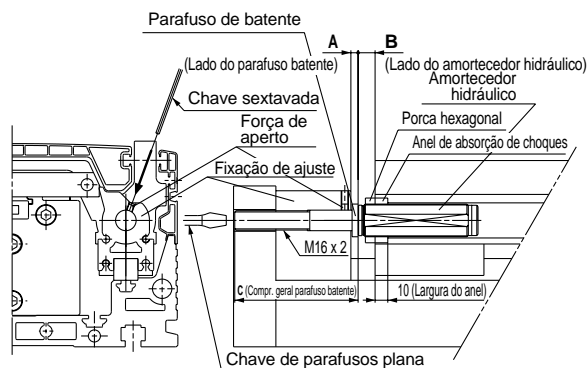

Figura 1. Pormenor da secção de ajuste do curso
1. Como mostra a Figura 1, para ajustar o parafuso de batente dentro da margem de ajuste A, coloque a chave sextavada na parte superior para desapertar o parafuso de ajuste de cabeça sextavada cerca de uma volta e, em seguida ajuste o parafuso de batente com uma chave de parafusos plana.